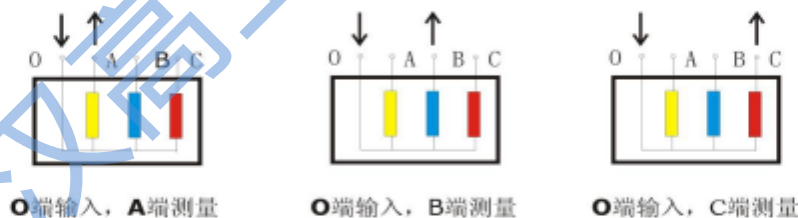

图 3 YN 接线
**YN 接线：**扫频信号输入阻抗接于中性点 O，扫频信号输出阻抗分别接在 A、B、C 上。这种测量方法，可以将非测量相上接收到的干扰信号由信号发生器上的低阻抗来吸收。如图 3 所示。